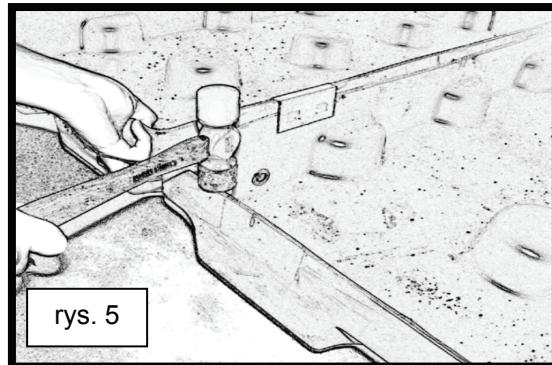

rys. 4
- 4) Klamra musi być dobrana równo z górnymi krawędziami palet zbiorczych (patrz rys. 4).